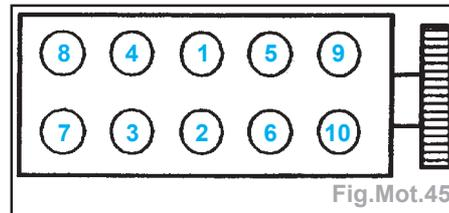

Fig.Mot.45
- Effectuer le serrage de la culasse à 2,5 daN.m + 25° +/-10° (Fig.Mot.45).